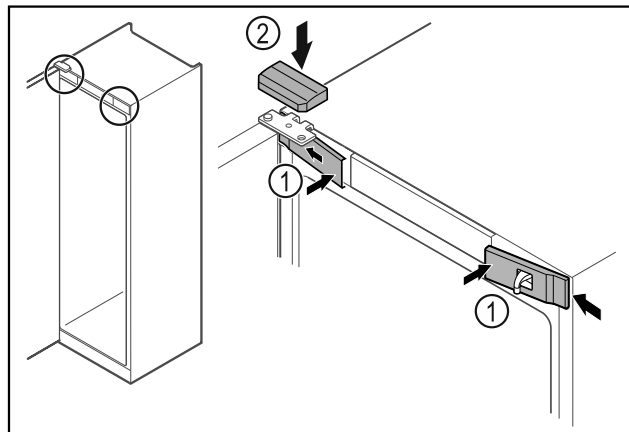

Fig. 47
- ▶ Haka fast skydden fram Fig. 47 (1) på sidan och sätt på dem.
- ▶ Sätt på det övre skyddet Fig. 47 (2) uppifrån.